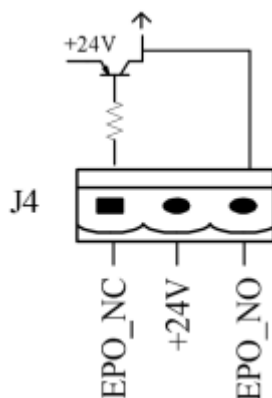

Рис. 1-13. Схема входного порта для дистанционной подачи команды EPO
Для дистанционной подачи команды EPO используется входной порт J4. При этом в обычном режиме нормально замкнутый контакт (NC) подключен к напряжению +24 В, и команда EPO срабатывает при отключении контакта NC от +24 В или при замыкании нормально разомкнутого контакта (NO) на потенциал +24 В. Схема порта показана на рис. 1-13, описание порта приводится в таблице 1-4.